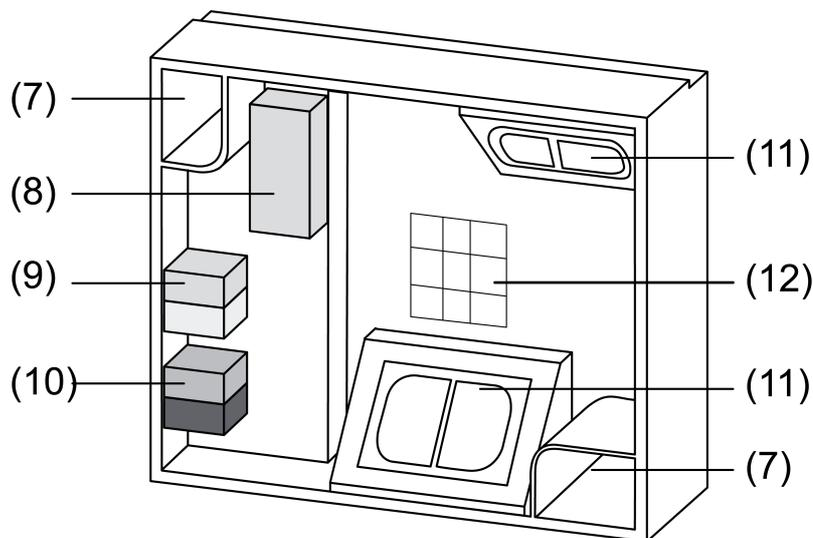

Figura 5: Morsettiera aperta
- Annotare l'indirizzo fisico sugli adesivi nella morsettiera (12) e nel relativo coperchio (figura 5).